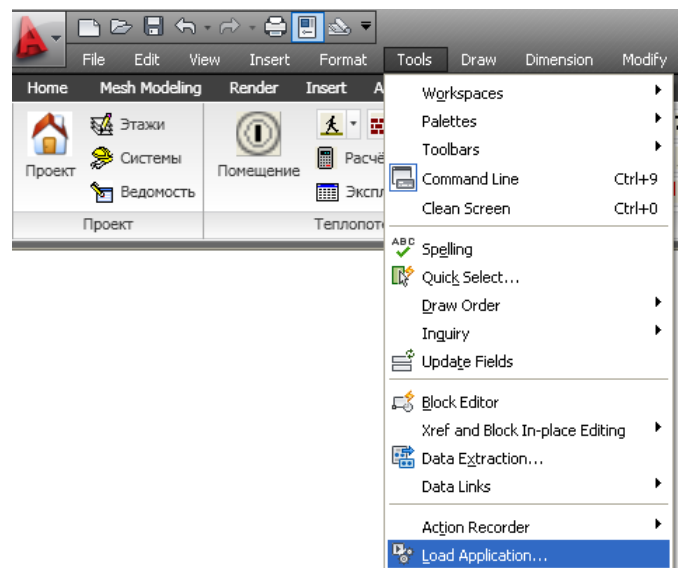

Рис.2.4.
1) в опции **Tools** (*Инструменты*) главного меню AutoCAD (рис. 2.4) выберите команду **Load Application** (*Загрузить приложение*) или введите в командной строке команду **_apload**;